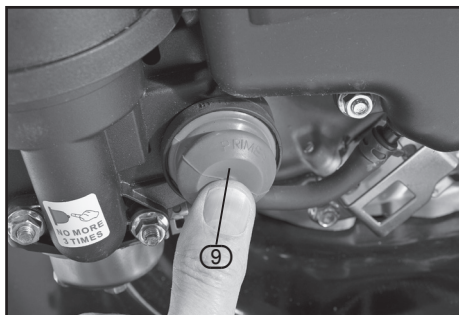

FIG. 13
9.1 START UP OPERATION – FIGS. 13 - 15